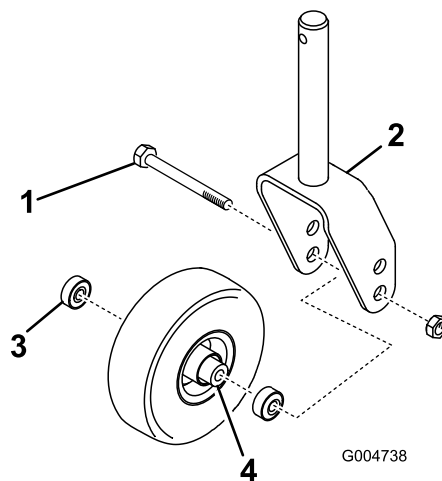

Figure 98
1. Retirez le contre-écrou du boulon vis de fixation de l'ensemble roue pivotante entre la fourche (Figure 98) ou le bras de pivot. Maintenez la roue pivotante et sortez le boulon de la fourche ou du bras pivotant.
2. Enlevez le roulement du moyeu de la roue et laissez tomber l'entretoise à l'extérieur (Figure 98). Enlevez le roulement de l'autre côté du moyeu.